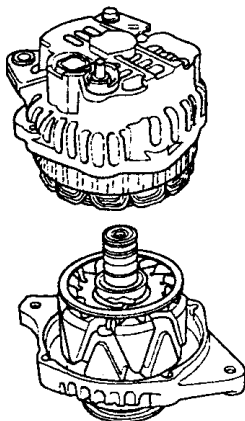

图 9-47 分离后壳体和驱动端壳体
6) 分离后壳体和驱动端壳体, 如图 9-47 所示, 转子连在后壳体上。